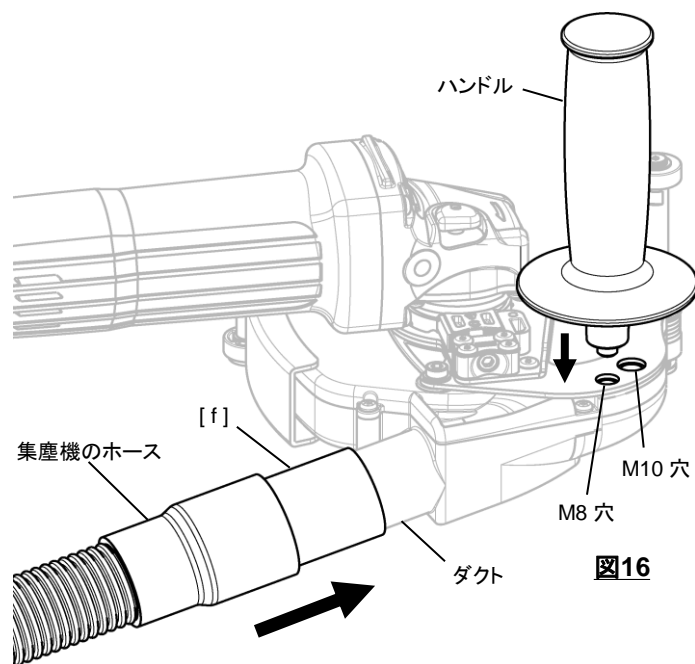

図16
12. [f]ジョイントを用いて集塵機のホースを[a]本体のダクトに接続します。グラインダ付属のハンドルをお使いの場合は、[a]本体背面のM8 / M10 穴に装着出来ます。(図16)